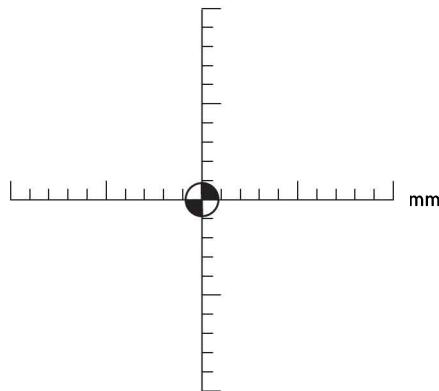

Figura 1-38 Sua grade plotada não precisa ser em qualquer escala especial ou tamanho real. Escolha uma escala que preencha a página com as dimensões da peça.
11. Trace, em sequência, as seguintes coordenadas incrementais com um lápis. Escolha uma escala no gráfico semelhante à mostrada na Figura 1-38. O programa começa com a ferramenta (lápis, neste caso) 5 mm acima do papel no PZP. A ferramenta toca o papel para gerar uma linha quando Z está em 5,0 mm. As entradas nulas foram removidas.